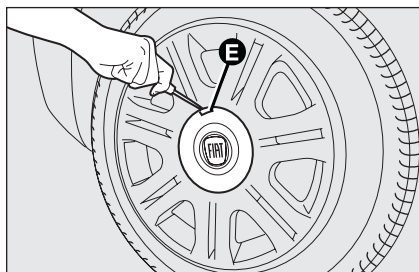

fig. 12
- per vetture dotate di cerchi in lega, rimuovere la coppetta coprimozzo utilizzando il cacciavite in dotazione facendo leva nell'apposita scanalatura **E**-fig. 12, come indicato in figura;